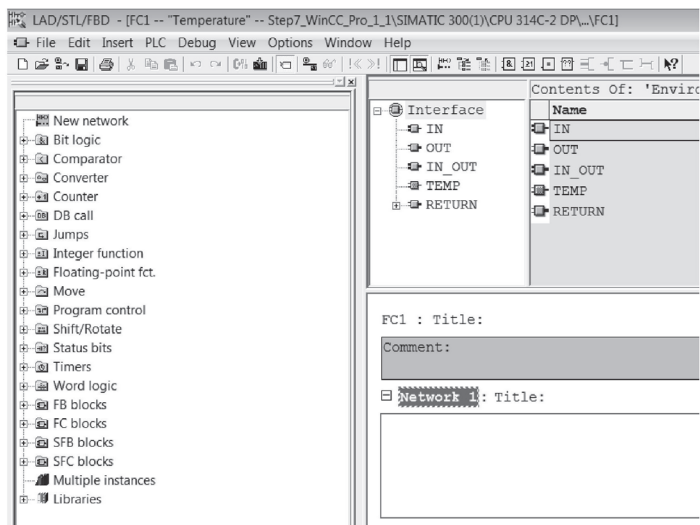

Рис. 2.6. Редактор блоков LAD/STL/FBD
4. Дважды кликаем левой клавишей мыши по появившейся функции FC1, на экране должны появиться следующие элементы, представленные на рис. 2.6.